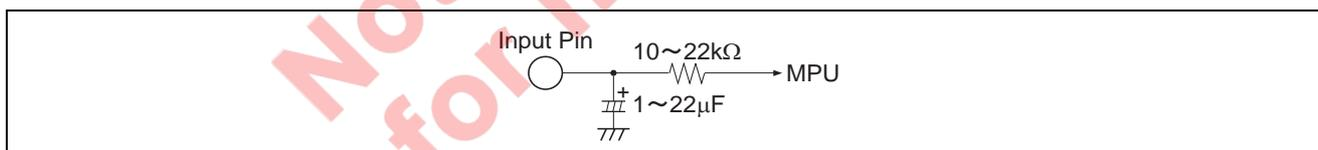

図2 ポップ音低減インタフェース
- ポップ音を低減するには、図2に示すようにモードコントロールピンに10k Ω ~22k Ω の抵抗と、1 μ F~22 μ Fの容量を付加してください。